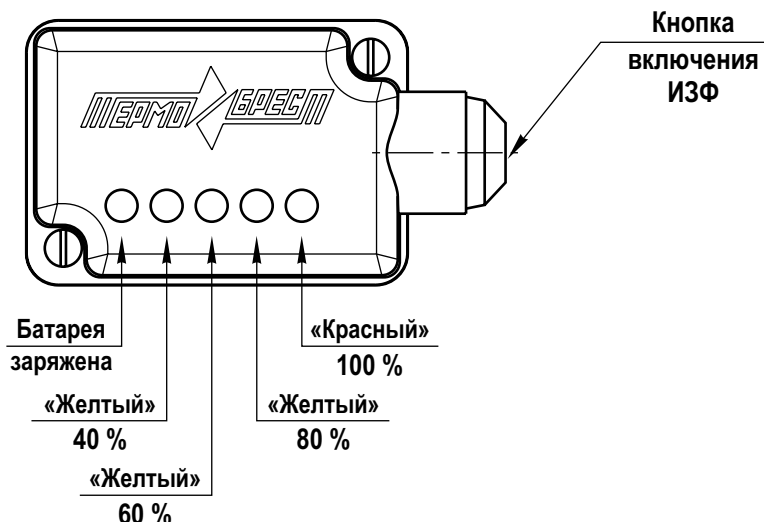

Рис. 10-41. Определение степени загрязненности по индикатору, работающим от батареи
- для индикаторов, работающих от батареи - см. рис. 10-41.